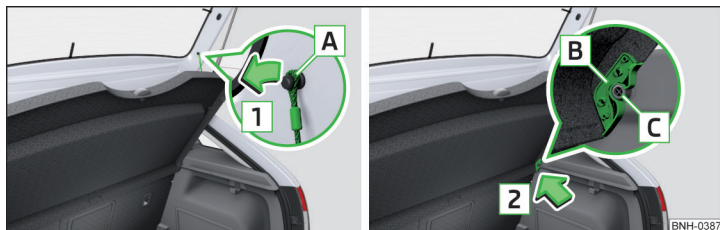

Fig. 110 Retirar la cubierta del maletero
Si las cintas de sujeción **A** » fig. 110 están enganchadas en la tapa del maletero, entonces al abrir la tapa también se levantará la cubierta del maletero (a continuación, sólo cubierta).
- » Sacar en ambos lados de la tapa del depósito las cintas de sujeción **A** en el sentido de la flecha **1** » fig. 110.
- » Coloque los alojamientos **B** en la cubierta sobre las fijaciones **C** del revestimiento lateral » fig. 110.